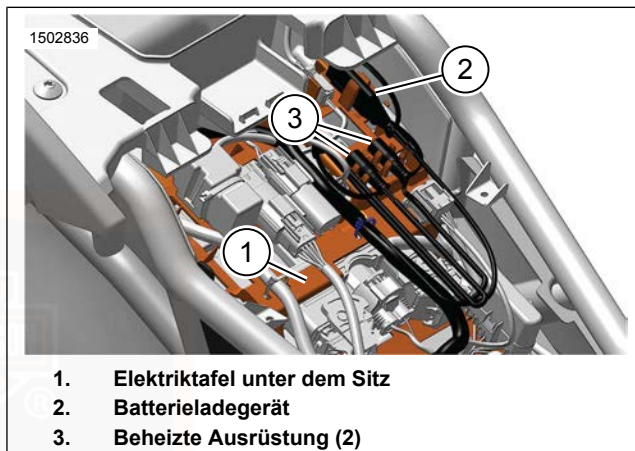

Abbildung 65. Unter dem Sitz
Siehe Abbildung 65. Durch die Wartung der Batterie zwischen Fahrten oder bei längerer Lagerung kann die Batterieladung erhalten und die Lebensdauer der Batterie verlängert werden. Den Batterieladegerät-Steckverbinder (2) während der Lagerung oder wenn die Batteriespannung unter den vorgegebenen Wert fällt, mit einem Batterieladegerät verbinden. Siehe Wartung der Batterie (Seite 167) >.